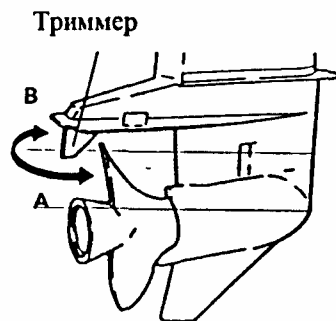

Рис. 47
- Если лодка заворачивает вправо, передвиньте триммер в направлении А (Рис. 47).
- Если лодка заворачивает влево, передвиньте триммер в направлении В (Рис. 47).